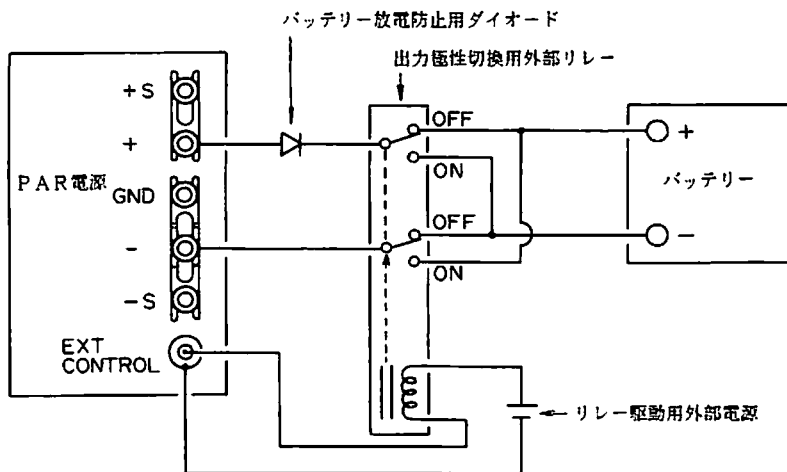

図16
- 1) OUTPUT LED⑫とEXT CONTROL LED⑬を消灯状態にします。
- 2) 図16の様に、バッテリー、出力極性切換用外部リレー、リレー駆動用外部電源を、PAR電源の各端子に接続します。